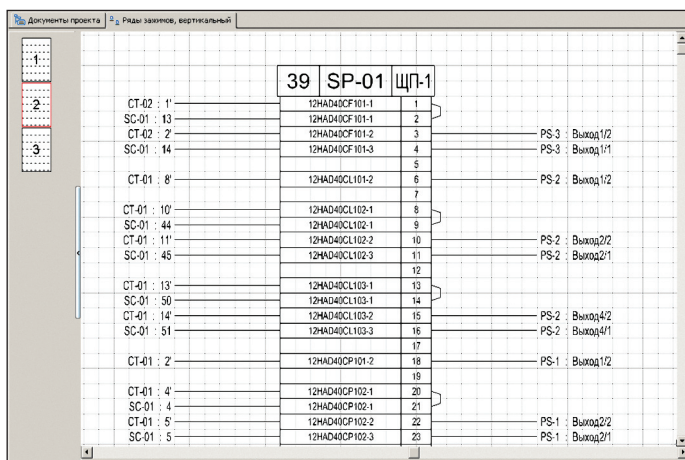

Рис. 7. Графическая форма документа. Разводка токовой петли на клеммнике SP-01
- разводка токовой петли (рис. 7);
- добавление перемычек (рис. 7, 8).
Для клеммников щитов также сформируем документ "Схема подключения кабелей к рядам зажимов", выбрав нужный шаблон и выполнив команду *Документирование по шаблону*. Фрагменты полученного документа представлены на рис. 7, 8.